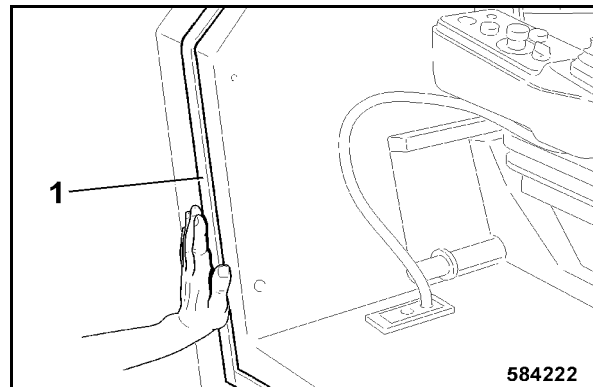

fig. 202
- Coller la bande d'étanchéité fournie 1 (fig. 202) sur le bord du poste de conduite.